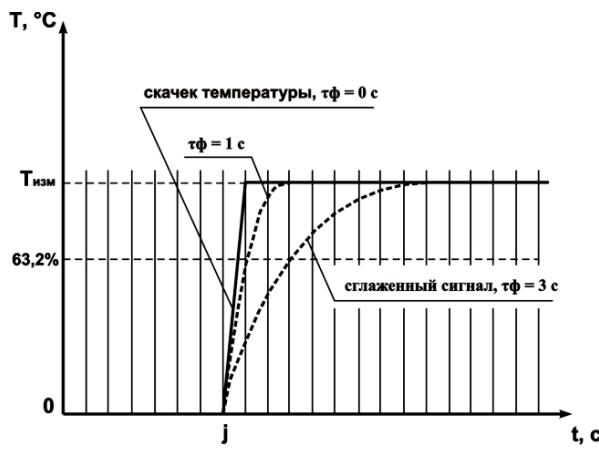

Рисунок 3.6
3.2.4.2 Цифровой фильтр устраниет шумовые составляющие сигнала, осуществляя его экспоненциальное сглаживание. Основной характеристикой экспоненциального фильтра является  $t_f$  – постоянная времени цифрового фильтра, параметр  $F_t$  ( $F_t2, F_t3, F_t4$ ) – интервал, в течение которого температура достигает 63,2% измеренного значения  $T_{изм}$  (рисунок 3.6).